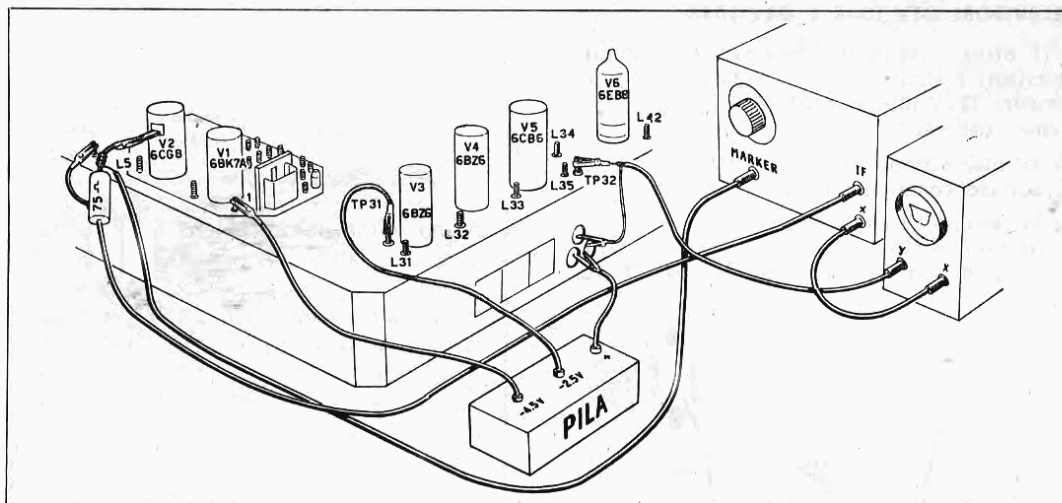
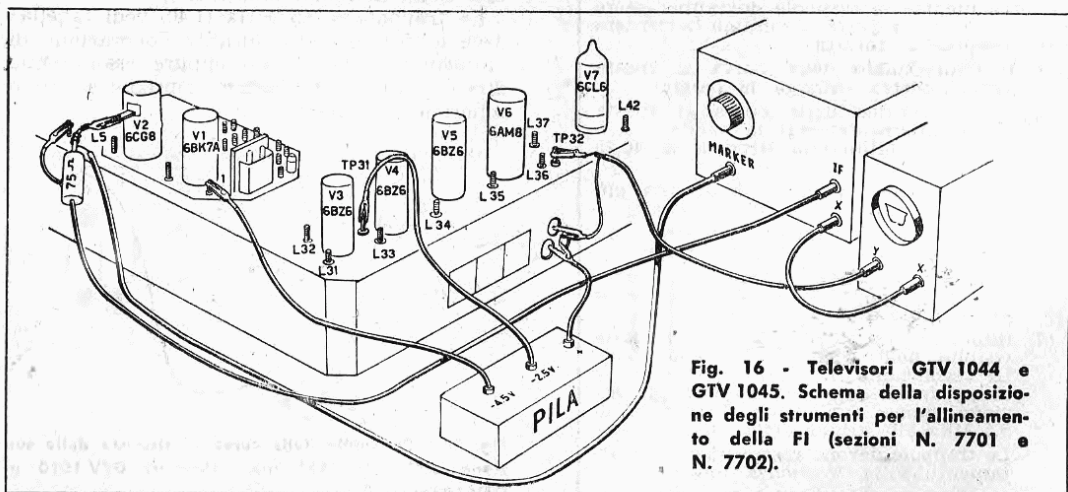

Fig. 13 - Televisori GTV 1010 e GTV 1035. Schema della disposizione degli strumenti per l'allineamento della FI (sezione N. 7837).
Fig. 16 - Televisori GTV 1044 e GTV 1045. Schema della disposizione degli strumenti per l'allineamento della FI (sezioni N. 7701 e N. 7702).
Gli strumenti dovranno essere disposti e collegati come indica la fig. 13 per i televisori GTV 1010 e GTV 1035, e la fig. 16 per i televisori GTV 1044 e GTV 1045.
- 1) la disposizione degli strumenti dovrà risultare come indica la fig. 16;